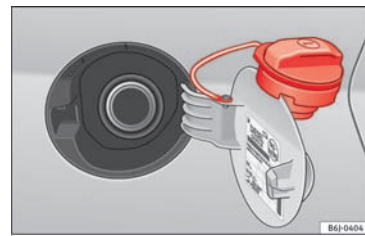

Fig. 50
- Sæt tankdækslet ind i den øverste del af tankklappen » Fig. 50.